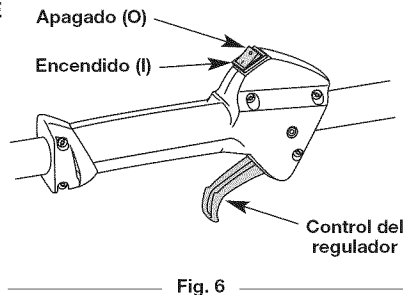

Fig. 6
**NOTA:** No hay necesidad de girar la unidad. Encendido/de parada el control (Fig. 6) está en la posición de trabajo siempre (I).
2. Coloque el control de encendido y apagado en posición de APAGADO (O) (Fig. 6).
- NOTA:** No hay necesidad de girar la unidad. Encendido/de parada el control (Fig. 6) está en la posición de trabajo siempre (I).